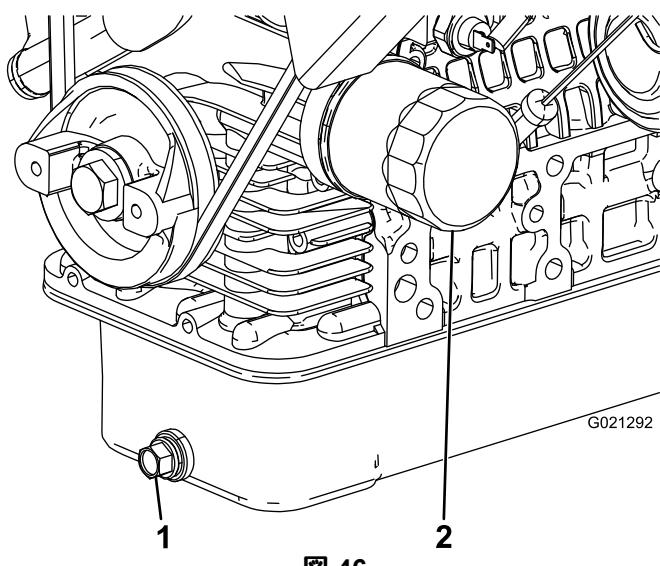

図 46
- ドレンプラグを外してオイルを容器に受ける(図 46)。
- オイルフィルタを外す図 46。